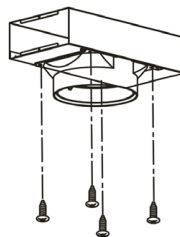
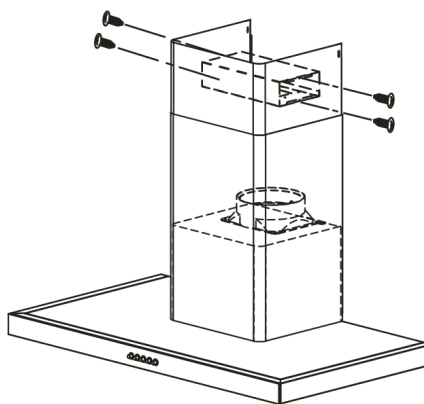

fig. 9
fig. 10
- Installer l'adaptateur de gaine sur le déflecteur (fig. 9).
- Installer le déflecteur (fig. 9) dans la cheminée supérieure au niveau des ouïes d'aération (fig. 10).